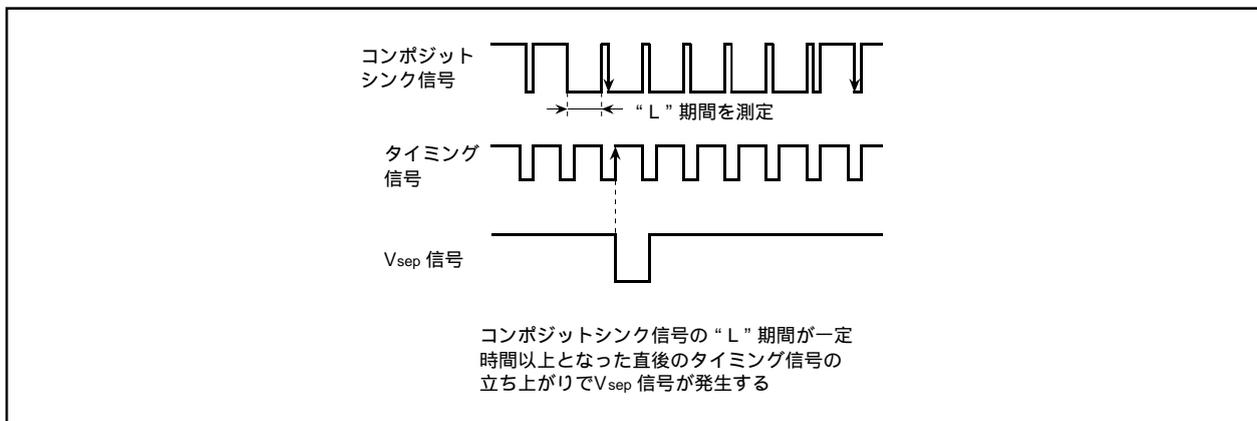

図2.14.6 Vsep発生タイミング(方法2)
- ・方法2 コンポジットシンク信号の“L”レベル幅を測定し、一定時間以上であれば、その“L”レベル直後のタイミング信号の“L”レベル期間中に、コンポジットシンク信号の立ち下がりがあるかを検出します。立ち下がりがある場合は、タイミング信号の立ち上がりで同期してVsep信号を発生します(図2.14.6参照)。
発生タイミングを図2.14.6に示します。図中のタイミング信号はタイミング発生回路が出力する基準クロックをもとに発生されます。